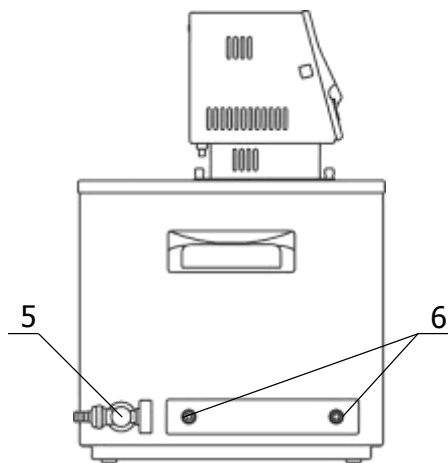

Рисунок 4 — Левая панель термостата
2.2.7 Подключить термостат к водопроводной сети или к низкотемпературному термостату при помощи шлангов, присоединенных к штуцерам теплообменника 6 (рисунок 4). Поток охлаждающей жидкости должен быть равномерным и, по возможности, небольшим. Дополнительное охлаждение не требуется, если температура теплоносителя выше температуры окружающей среды более чем на 20 °С.
2.4.5 Надеть сливной шланг из комплекта поставки на сливной кран 5 (рисунок 4) и закрепить его хомутом. Свободный конец шланга опустить в емкость для сбора теплоносителя объемом не менее 40 литров.